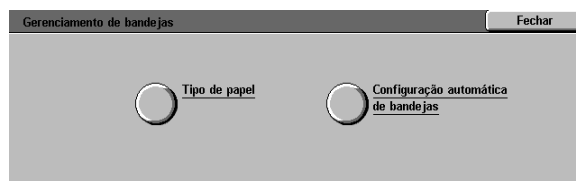

Figura 6: tela Gerenciamento de bandejas
- 1 Na tela Recursos, toque no ícone **Gerenciamento de bandejas** para exibir a tela Gerenciamento de bandejas, conforme ilustrado na Figura 6.